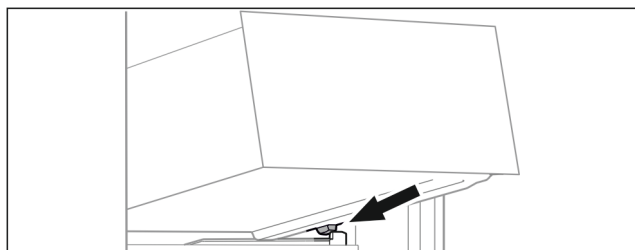

Fig. 22
- Наклоняя вниз, установите выдвижной ящик за стопоры на контейнерное ребро Fig. 22 ().